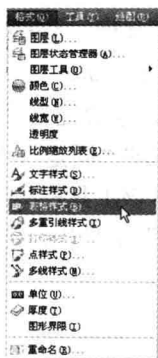
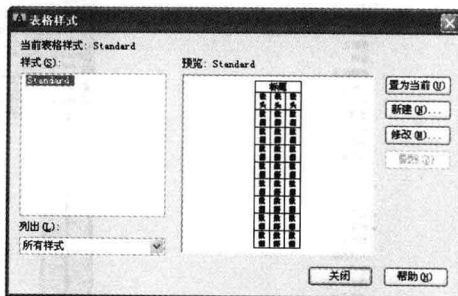

图 1-3 打开对话框的菜单命令
图 1-4 “表格样式”对话框
(2) 打开对话框的菜单命令。这种类型的命令后面带有省略号。例如, 选择菜单栏中的“格式”→“表格样式”命令, 如图 1-3 所示, 系统就会打开“表格样式”对话框, 如图 1-4 所示。